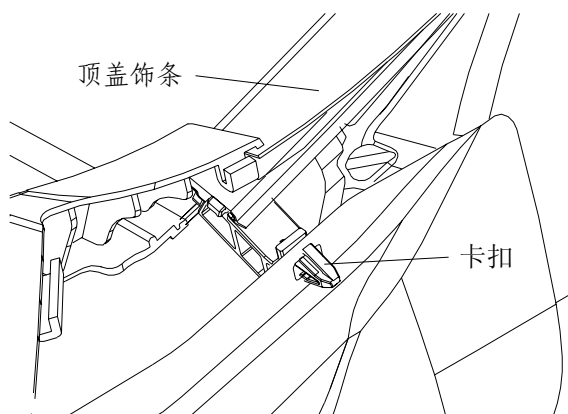

图 2-4-2
(3) 按图 2-4-2 用手抓住挡风玻璃侧顶盖试条将试条靠玻璃侧稍稍翻起使卡扣能够看见，用螺丝刀逐个将卡扣卡齿顶出卡套，顶出后用手将饰条向上拉起，注意用力不要过猛导致卡扣座损坏或饰条变形，从下端部向车顶依次卸掉（共 4 个）。